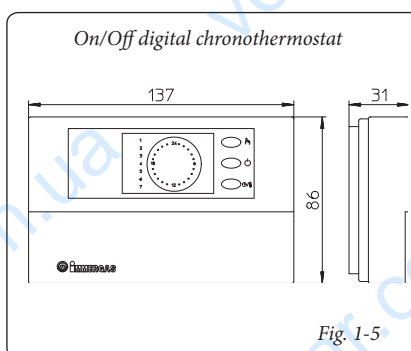

Fig. 1-5
- On/Off digital chronothermostat (Fig. 1-5).